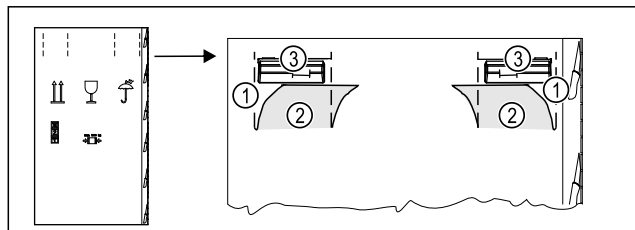

Fig. 5
- ▶ Fent, a perforálásnál Fig. 5 (1) nyomja be a csomagoló kartont.
- ▶ Húzza ki a benyomott fület Fig. 5 (2).
- ▶ A jobb és a bal oldalon látható a hordfogantyú Fig. 5 (3).
- ▶ Tartsa meg a készüléket a hordfogantyúknál Fig. 5 (3).